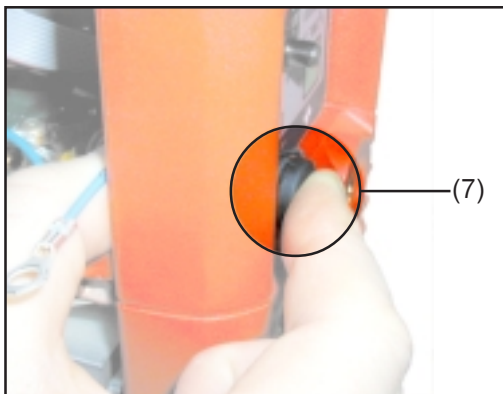

Abb. 14
- TP 1500 RC / 1500 TIG: leichten Druck auf die Dichtung (7) ausüben, um deren Austritt beim Andrücken des Prints FPA15 zu verhindern (Abb. 14)